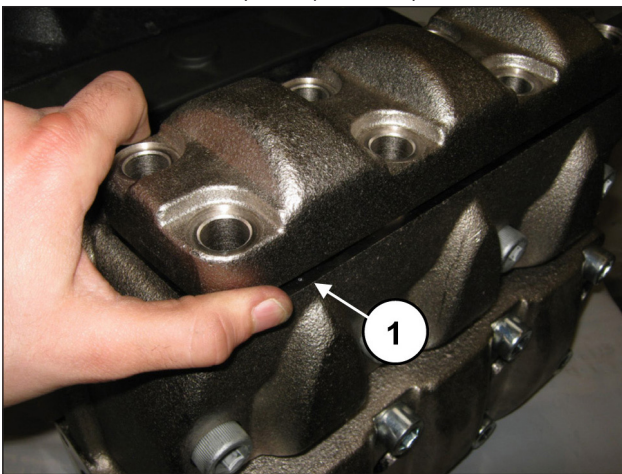
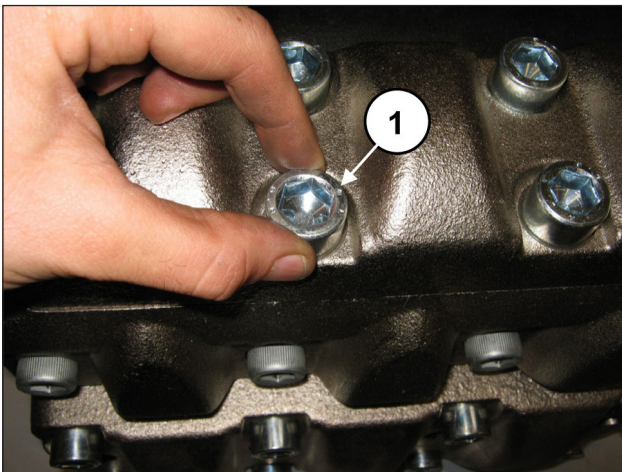

Abb. 165
Abb. 166
Bringen Sie nach Montage der Druckventilgruppen den Druckventildeckel an (Pos. ①, Abb. 165) und ziehen Sie die 8 Schrauben M16x45 fest (Pos. ①, Abb. 166).